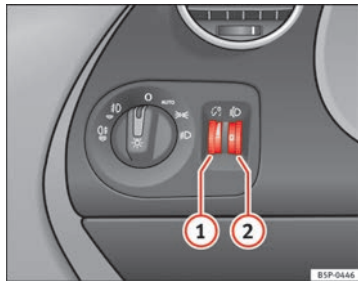

Abb. 75 In der Instrumententafel: Regler für die Instrumenten-/Schalterbeleuchtung und Leuchtweitenregulierung
Bei eingeschaltetem Licht lässt sich die Helligkeit der Instrumenten- und Schalterbeleuchtung durch Drehen des Rändelrades ⇒ **Abb. 75 ①** stufenlos regulieren.